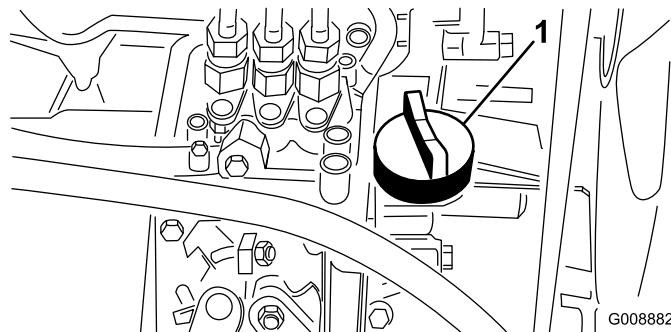

図 36
4. 不足していれば補給口キャップ（図 36）を取り、ディップスティックのFull 位置まで少量ずつオイルを補給する。補給中、ディップスティックで何度か油量を確認しながら入れること。